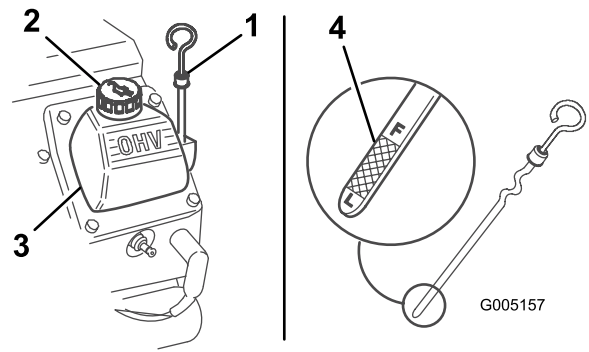

Figure 23
4. Sortez la jauge d'huile et essuyez soigneusement l'extrémité métallique (Figure 23).
5. Enfoncez la jauge complètement dans le tube (Figure 23).
7. Si le niveau d'huile est trop bas, nettoyez la surface autour du bouchon de remplissage et enlevez le bouchon (Figure 23).
8. Versez lentement une quantité d'huile suffisante dans le couvercle de culasse pour amener le niveau au repère du plein (F).
3. Nettoyez la surface autour de la jauge d'huile (Figure 23).
12. Enlevez le bouchon de remplissage (Figure 23) et versez lentement environ 80 % de la quantité d'huile spécifiée dans le couvre-culasse.
14. Faites l'appoint d'huile avec précaution pour faire monter le niveau jusqu'au repère maximum (F) sur la jauge.